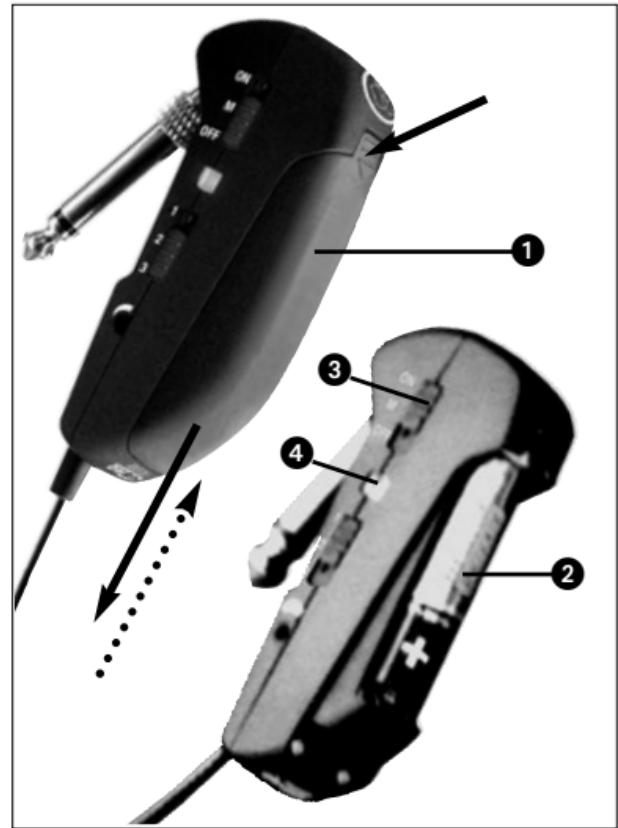

Fig. 2 : Mise en place de la pile
### 3.1 Mise en place/remplacement et essai de la pile (voir Fig. 2)
4. Mettez la pile fournie ou la nouvelle pile (2) dans le compartiment comme indiqué à la Fig. 2.